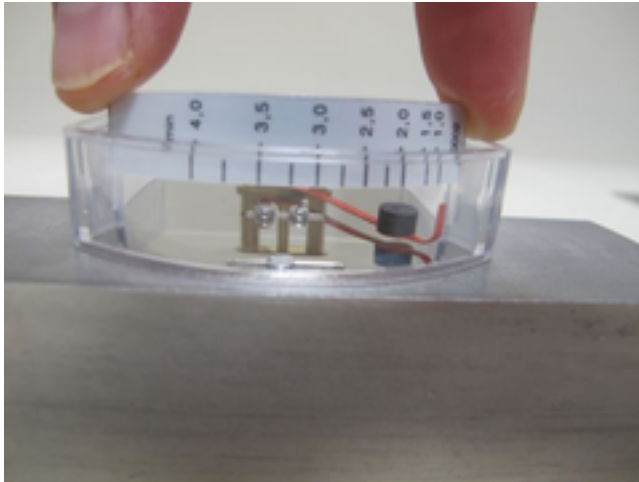

Abb. 75:
17. Skalenträger (mit aufgeklebter Skala) in die Führung des Kunststoffgehäuses schieben (Abb. 75). Dabei Durchflussrichtung beachten (niedrigster Skalenwert zeigt zur Eingangsseite des Gerätes)